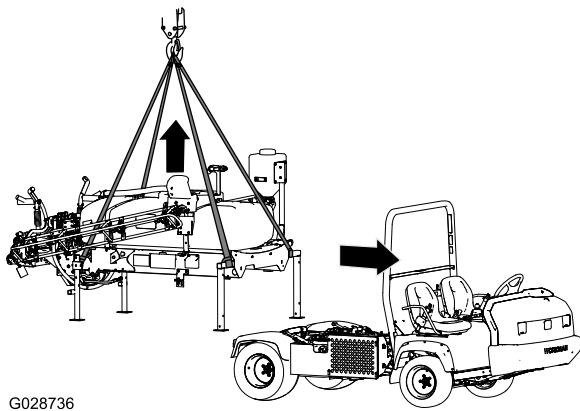

Figura 107
1. Abbassate le barre di circa 45° e ruotatele in avanti (Figura 107).
7. Sollevate il telaio di supporto del serbatoio dalla macchina ad altezza sufficiente per liberare completamente il telaio di supporto dalla macchina (Figura 107).
5. Collegate l'attrezzatura di sollevamento ai tubi orizzontali dei cavalletti anteriori e al palo verticale dei cavalletti posteriori (Figura 107).